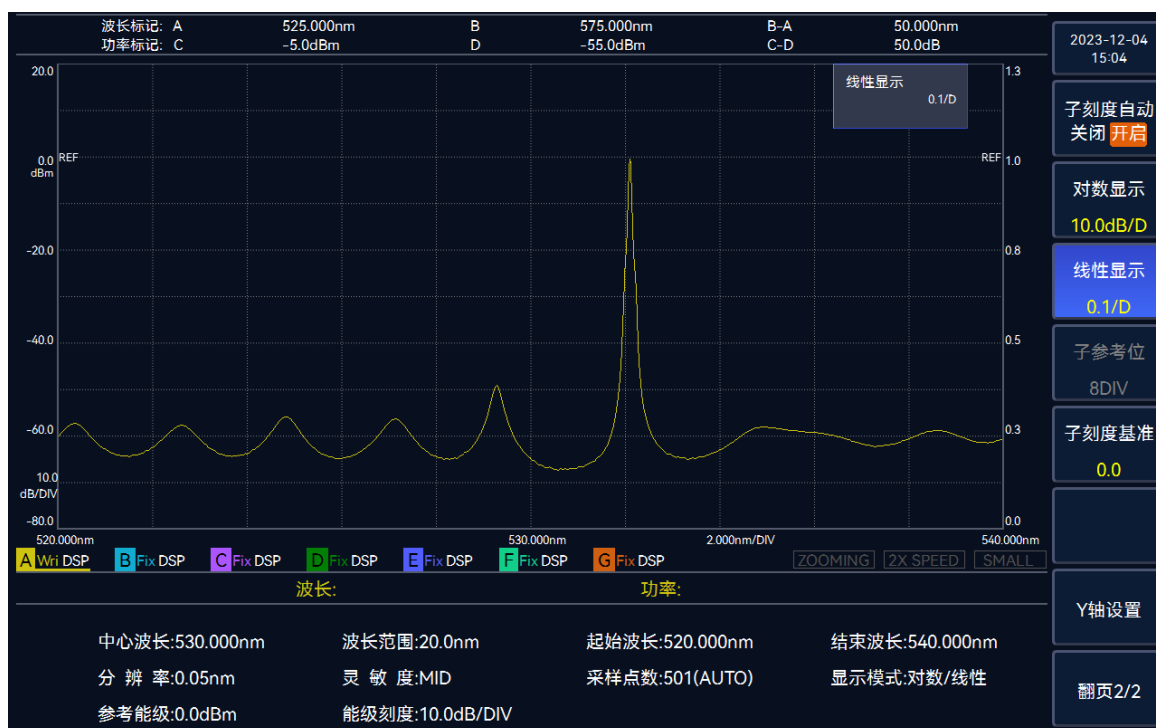

图 3.31 设置子参考线性显示界面
2. 选择【线性显示】，通过旋钮或者数字键输入线性刻度值，完成设置，操作界面如图 3.31 所示。